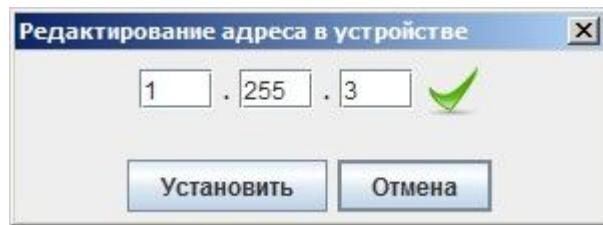

Рисунок 12 - Окно «Редактирование адреса устройства» при опросе по широковещательному адресу
4.7.1.5 Параметр «Сетевой адрес» отображает сетевой адрес СИ. Редактирование адреса осуществляется в окне «Редактирование адреса устройства» (Рисунок 12) корректировкой трех чисел в диапазоне от 002 до 254. По клику «Ok» новый адрес записывается в энергонезависимую память СИ.